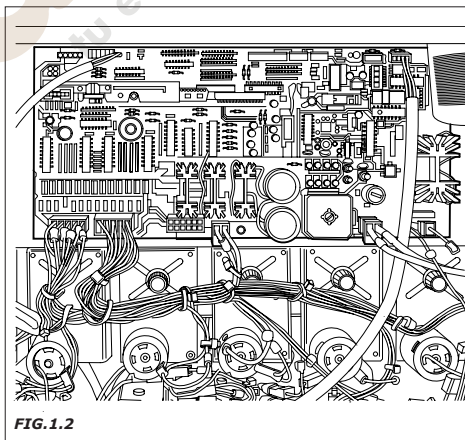

FIG.1.2
- Versión de programa de la memoria de microprocessore (etiqueta adhesiva que hay colocada sobre un componente de la placa Master). (Fig.1.2).